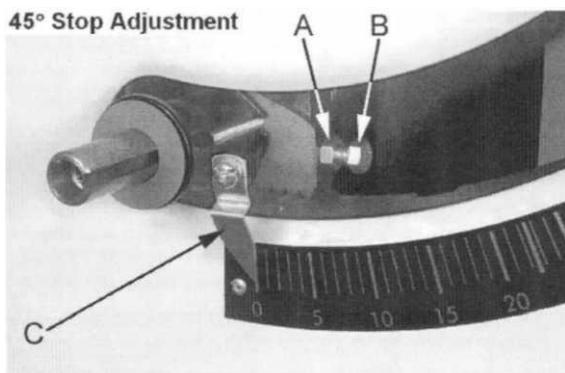

Рис. 21
8. Если пильный диск не под углом 45 градусов к столу, удалите маховик подъёма понижения пильного диска. Ослабьте контргайку (А см. рис. 21) и поверните стопорный винт регулировки (В, рис. 21) на передней цапфе во, внутрь или наружу.